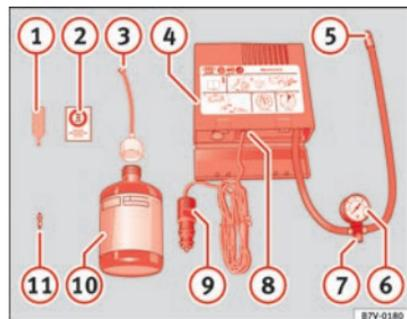

Fig. 142 Composants du kit anticrevaison
- ② Une étiquette adhésive avec l'indication de la vitesse « max. 80 km/h », ou « max. 50 mph »
- ③ Un flexible de remplissage avec bouchon de fermeture
- ④ Un compresseur
- ⑤ Un flexible de gonflage des pneus
- ⑥ Un manomètre de gonflage du pneu
- ⑦ Une vis permettant de faire sortir l'air
- ⑧ Un interrupteur
- ⑨ Un connecteur pour câble de 12 volts ⇒ page 126
- ⑩ Une bouteille de produit de colmatage
- ⑪ Une valve de rechange
Le dispositif d'extraction des valves ① ⇒ fig. 142 possède une rainure sur son extrémité inférieure lui permettant de s'encaster sur la tige de la valve.
- Collez l'étiquette adhésive ② ⇒ fig. 142 ⇒ page 222 sur la planche de bord, dans le champ de vision du conducteur.
- Avec le dispositif d'extraction des valves ①, dévissez la tige de la valve et placez-la sur une surface propre (chiffon, papier, etc.) ■
⇒ fig. 142 ⇒ page 222 plusieurs fois.
- Vissez fermement le tuyau de gonflage du pneu ⑤ ⇒ fig. 142